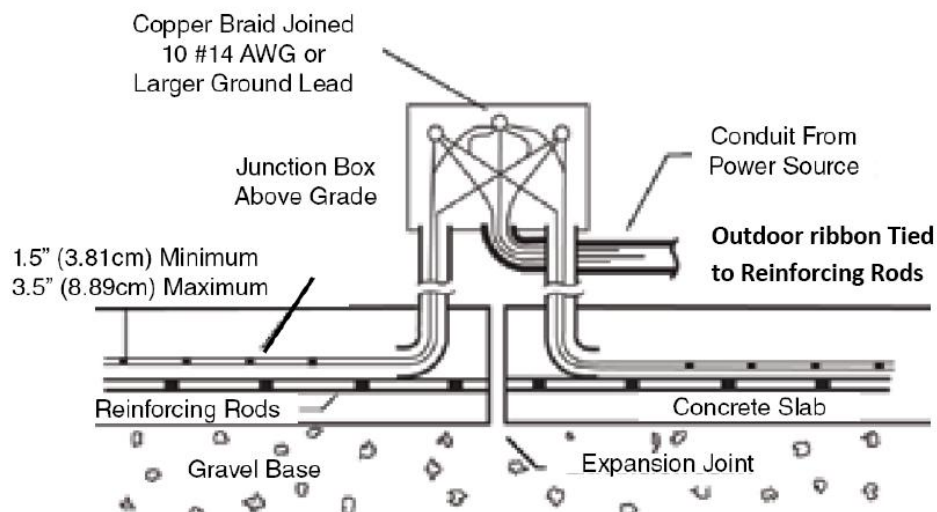

Fig. 2.
- Lorsque la dalle peut être piétinés, faire des épissures dans la boîte de jonction et d'installer les lignes d'alimentation. Twist ensemble une longueur de la tresse de cuivre à la terre de toutes les pistes et positivement connecter à un continu 14 AWG ou plus de fils de cuivre isolés s'étendant à travers le panneau de distribution. Reportez-vous à la Fig. 2.